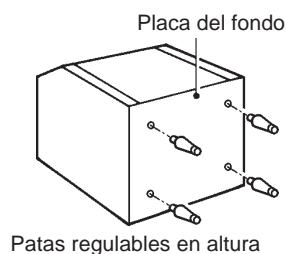

Fig. 3
- 1) Enrosque totalmente las cuatro patas que se suministran (accesorios) en la parte inferior de la cuba de almacenamiento. Véase la Fig. 3.